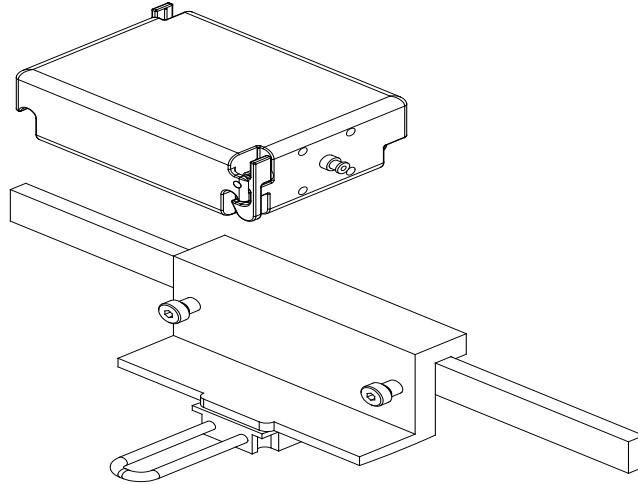

Figura 3. Instalación del hardware de montaje del conjunto del motor
- Fije el conjunto del motor y el hardware de montaje a la barandilla de la camilla del paciente como se muestra en **Figura 3**.